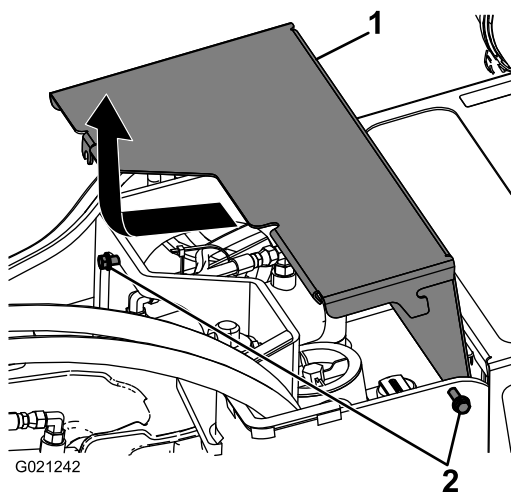

Figura 24
2. Afloje los 2 tornillos que sujetan la cubierta delantera a la máquina (Figura 24).
3. Deslice la cubierta hacia adelante y tire hacia arriba para retirar la cubierta Figura 24.
2. Coloque la cubierta delantera en su sitio y apriete los 2 tornillos que la sujetan a la máquina (Figura 24).